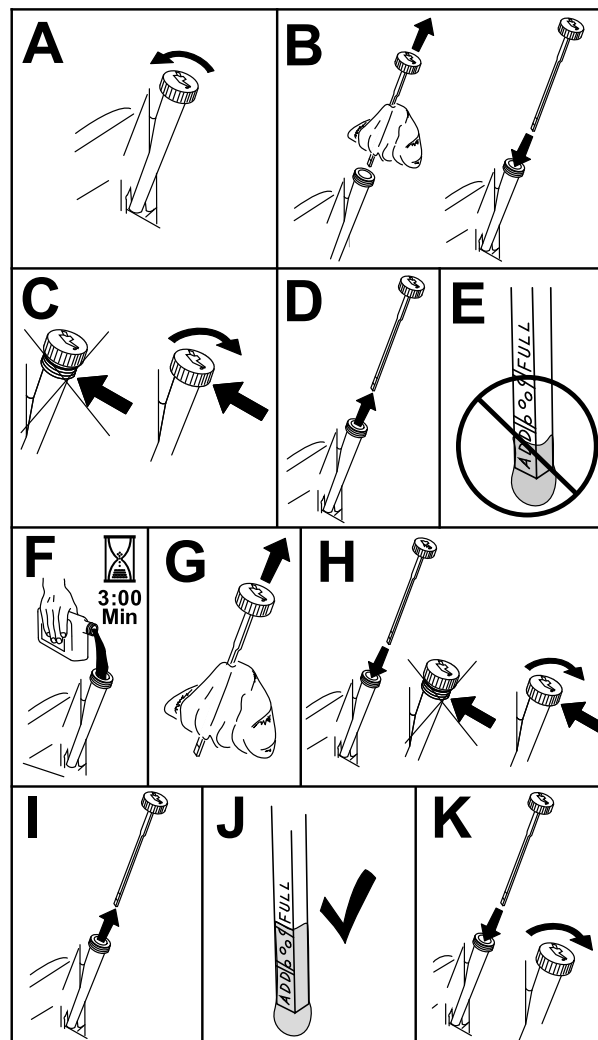

Figura 45
3. Pentru a elimina murdăria, iarba tăiată etc. departe de motor, curățați zona din jurul rezervorului de ulei și al jojei înainte de a o scoate (Figura 45).